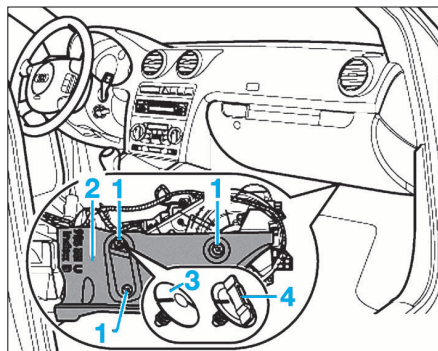

FIG. 3
- Déposer les clips (1) et retirer l'insonorisant (2) sous la planche de bord (Fig.3).